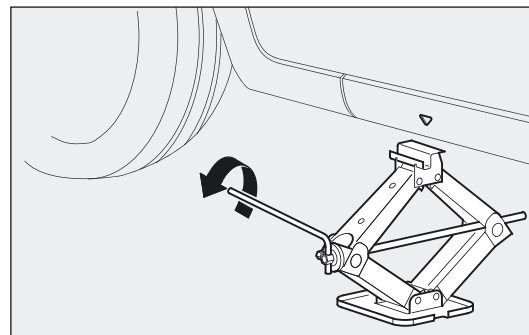
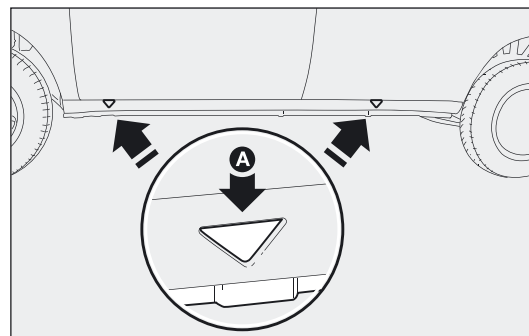

fig. 135
fig. 136
- ☐ draai m.b.v. de knop de krik zo (trek de slinger uit de clip en uit het gat in de moer), dat de krik iets omhoog komt fig. 135 en plaats de krik onder de auto bij de merktekens A-fig. 136 dicht bij het te verwisselen wiel.